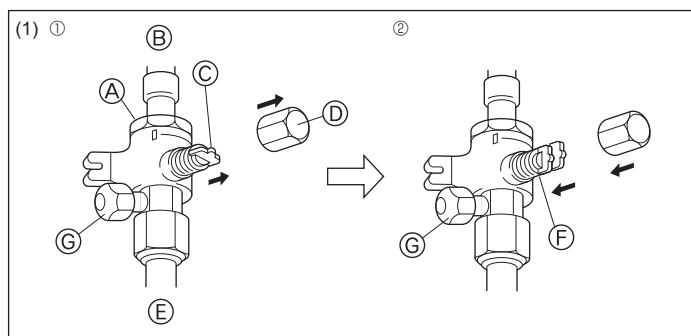
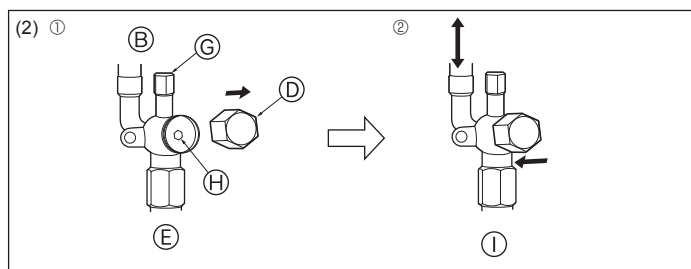

Fig. 4-12
Fig. 4-13
(1) Gassidan (Fig. 4-12)
- ① Ta bort locket, dra handtaget mot dig och vrid motors 1/4 varv för att öppna.
- ② Kontrollera att stoppventilen är helt öppen, tryck in handtaget och skruva på locket igen.
(2) Vätskesida (Fig. 4-13)
- ① Ta bort kåpan och vrid ventilstången motsols så långt det går med en 4 mm sexkantsnyckel. Sluta när den når stoppet. (ø6,35: Ca. 4,5 varv) (ø9,52: Ca. 10 varv)